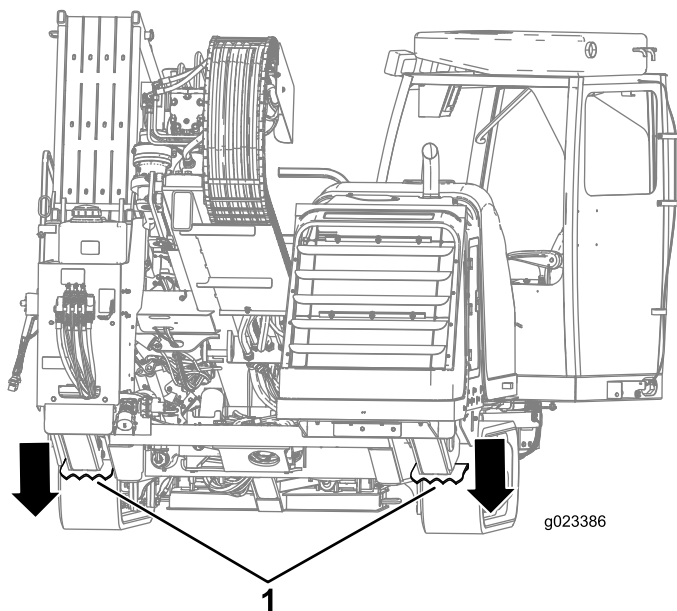

Bild 43
- Senken Sie die hinteren Ausleger, bis sie fest auf dem Boden stehen oder bis der gewünschte Winkel erreicht ist (Bild 43).